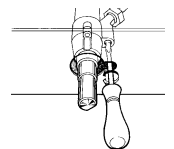

Abb. 10
- Ziehen Sie den Reglerknopf ab und regulieren Sie die rechts vom Hahn befindliche Stellschraube (Abb.10) mittels eines Schraubenziehers so, dass eine kleine stabile Flamme gewährleistet ist (bei zu kleiner Flamme ist die Schraube zu lockern, bei zu großer Flamme dagegen etwas anzuziehen).